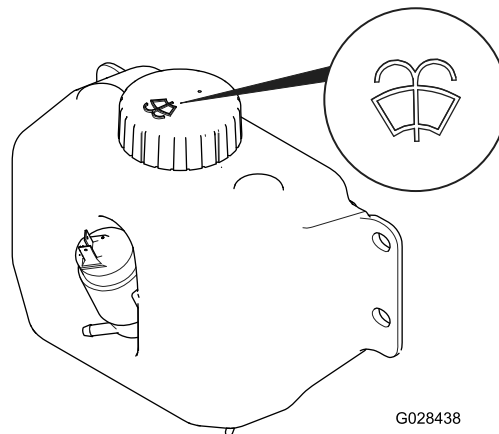

Figura 50
2. Aprite il cofano per accedere al serbatoio del detergente lavacrystallo (Figura 50).